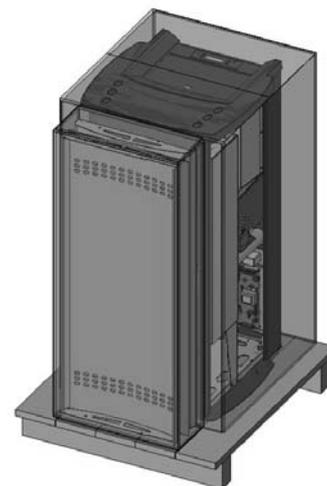

Figure 1 – Exemple emballage poêle + côtés en acier ALPEA
- Il contient le poêle et les côtés en acier avec les profils (Fig.1)